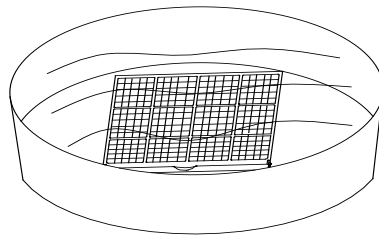

Figura 21
- Pulisci i filtri dolcemente in acqua calda (circa 40°C) con un detergente, ed asciugali all'ombra (Figura 21).